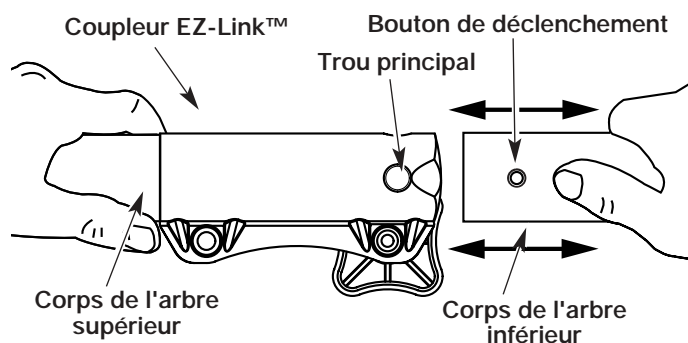

Fig. 10
2. Tenez fermement l'accessoire et enfoncez-le tout droit dans le coupleur EZ-Link™ (Fig. 10).